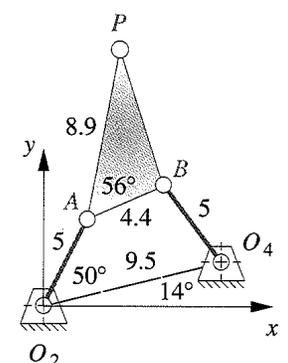

FIGURA P4-8 Problema 4-21
*†4-21 Para el mecanismo mostrado en la figura P4-8, encuentre sus posiciones límite (estacionaria) en función del ángulo del eslabón O_2A referido a la línea de centros O_2O_4 cuando es impulsado por el